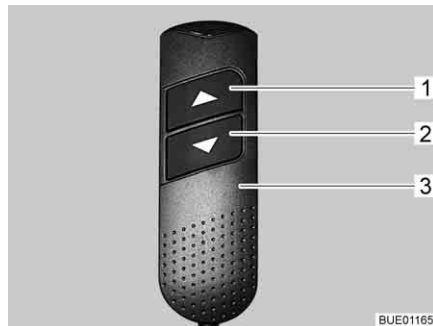

Bild 113 Fjärrkontroll
- Ta fjärrkontrollen (Bild 113,3) och tryck på knappen "▼" (Bild 113,2) och håll den intryckt. Fotänden skjuts in. Huvudänden höjs.
- Ta fjärrkontrollen (Bild 113,3) och tryck på knappen "▲" (Bild 113,1) och håll den intryckt. Fotänden körs ut. Huvudänden sänks.
- Ta fjärrkontrollen (Bild 113,3) och tryck på knapparna "▼" (Bild 113,2) eller "▲" (Bild 113,1) tills önskat läge har nåtts.